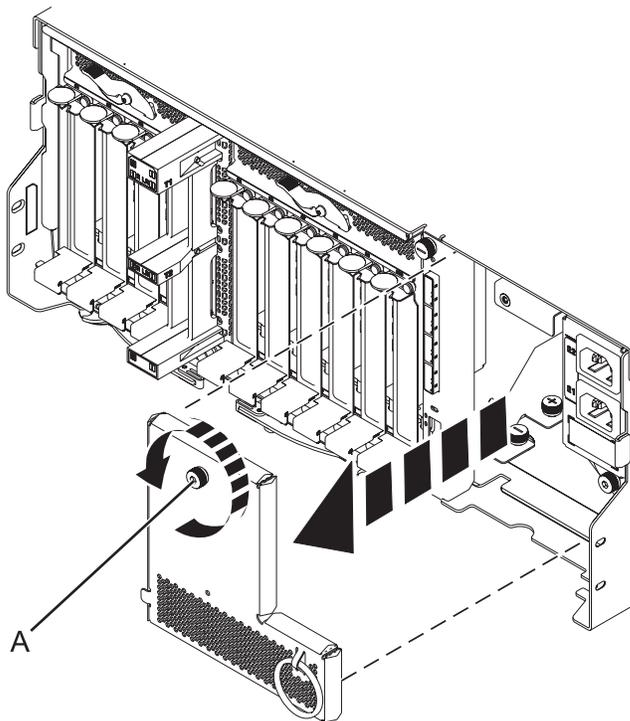

図 57. 電源コード・プレートの取り外し
10. 図 57 に示すように、つまみねじ (A) を回し、プレートシステムから引き離して、電源コード・プレートを取り外します。